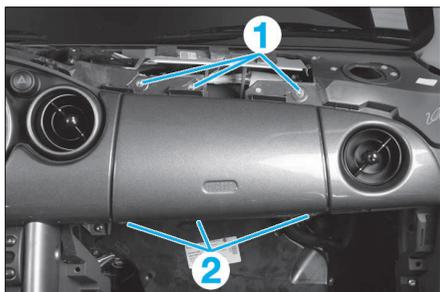

FIG. 17
- le couvercle d'airbag en enlevant les 3 vis supérieures (1) (Fig.17) et les 3 inférieures (2) qui le maintiennent.